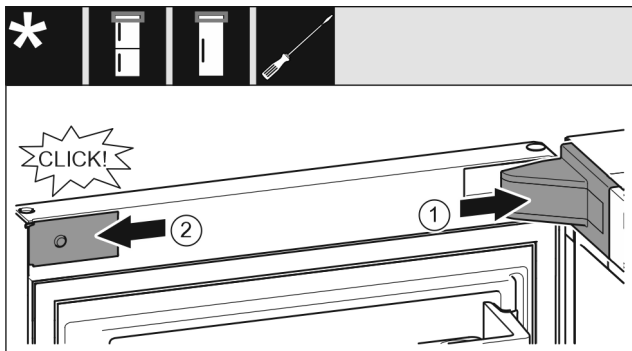

Fig. 22
- ▶ Sätt an lagerbockskyddet Fig. 22 (1) och haka i, tryck vid behov försiktigt isär det.
- ▶ Sätt an panelen Fig. 22 (2) på sidan och haka i.